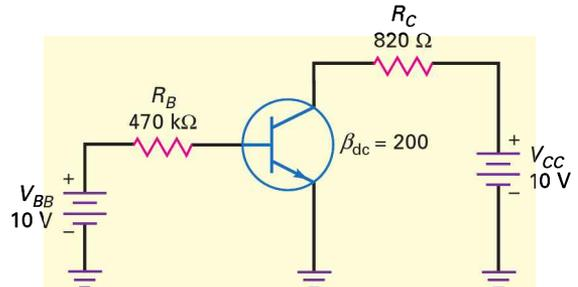

Figure 6.33
- 6.5 **III Multisim** Quelle est la valeur du courant base sur la figure 6.33 ?
- 6.6 **III Multisim** Si le gain en courant diminue de 200 à 100 sur la figure 6.33, que devient le courant base ?
- 6.7 Si la résistance 470 k Ω de la figure 6.33 est à $\pm 5\%$, quel est le courant base maximal ?
- 6.8 **III Multisim** Un montage à transistor semblable à celui de la figure 6.33 a une alimentation collecteur de 20 V, une résistance de collecteur égale à 1,5 k Ω , et un courant collecteur de 6 mA. Quelle est la tension collecteur-émetteur ?
- 6.10 Quelles sont la tension collecteur-émetteur et la puissance dissipée dans le montage de la figure 6.33 ? (Donnez les réponses dans le cas idéal et en deuxième approximation.)
6.35 **III Multisim** Dans la figure 6.33, est-ce que la tension collecteur-émetteur augmente, diminue ou reste la même pour les problèmes suivants ?
6.41 Si on introduit une LED en série avec la résistance $820\text{ }\Omega$ (figure 6.33), quel est le courant dans la LED ?
Pour ce chapitre, les fichiers sont intitulés **MTC06-43** à **MTC06-47** et correspondent au circuit de la figure 6.33.